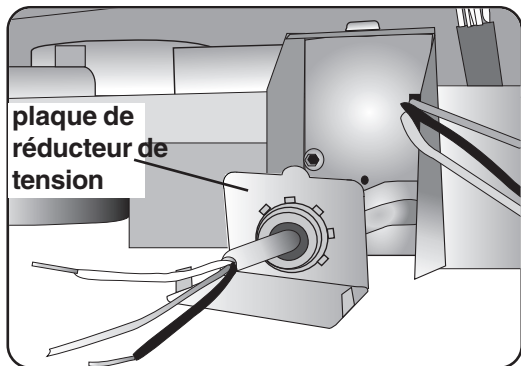

Figure 27
- 2 Passer le câble d'alimentation par le réducteur de tension, **figure 27**. Laisser 3 à 4 po de fil isolé sortir de la plaque de réducteur de tension.